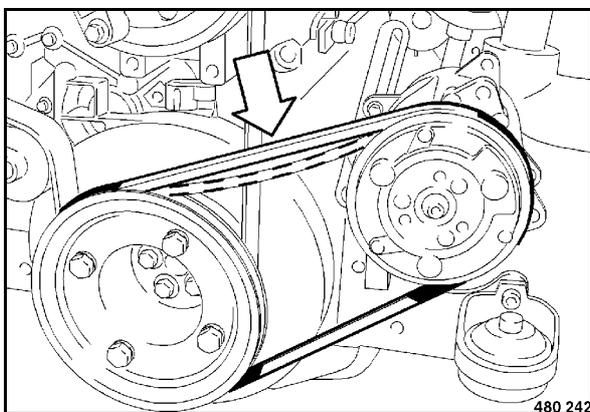

Рис. 138
- Провести визуальный контроль клинового ремня (Рис. 138) по всему периметру на предмет повреждений или трещин. Заменить поврежденный или растрескавшийся клиновой ремень.